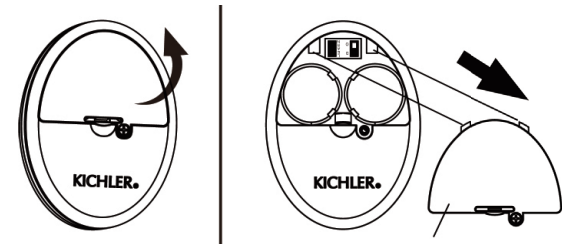

Fig. 25
Étape 1. À l'aide d'un tournevis, retirez le couvercle des piles du combiné et conservez la vis pour une utilisation ultérieure. (Fig. 25)